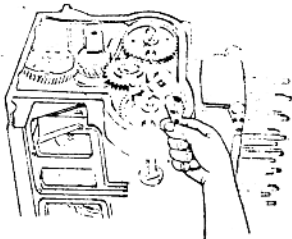

图 1-9 传动齿轮的拆卸
(5) 拆下凸轮轴传动齿轮紧固螺钉、喷油泵传动齿轮紧固螺母和定时惰齿轮紧固螺母,用拆卸器分别拆下喷油泵传动齿轮、凸轮轴传动齿轮和定时惰齿轮,如图 1-9 所示。
(6) 拆下机油泵传动齿轮的 6 只紧固螺钉,取下机油泵传动齿轮。